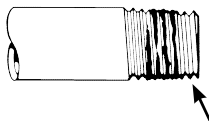

Figura 1. Colocación de compuestos para tuberías
- Antes de la instalación, coloque compuestos para tuberías en todas las roscas macho, como se muestra en la Figura 1.